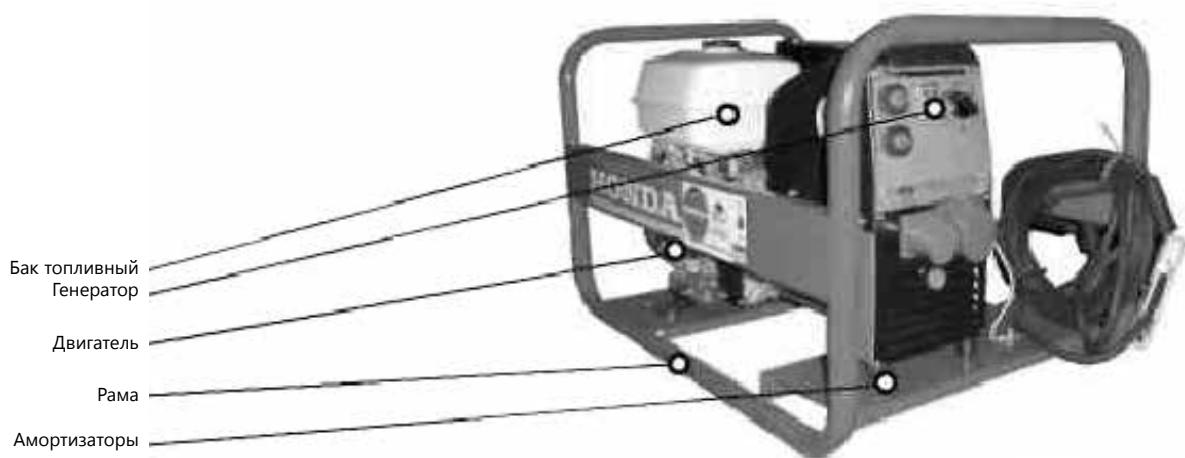

рис. 1
1.1.1.3 Общий вид электроагрегата приведен на рис.1